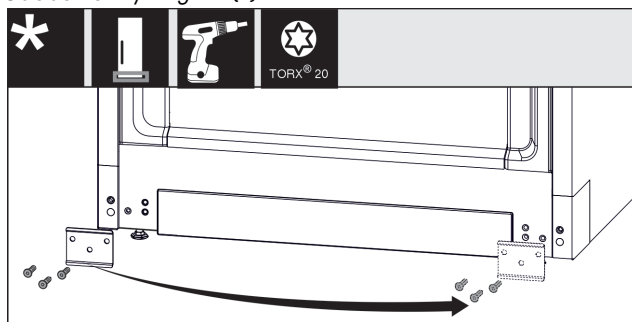

Fig. 15
- Odskrutkujte plech Fig. 15 (1), premiestnite ho na druhú stranu a znova priskrutkujte.